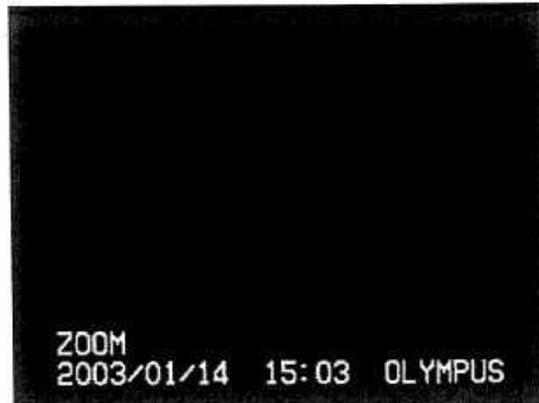

図 4.5
- 元の大きさの画像に戻すときは、[ZOOM] レバーを [W] 方向に押し、ズームレベル表示が最小になるようにします。元の大きさの画像に戻ると [ZOOM] 表示が消えます。(図 4.5 参照)